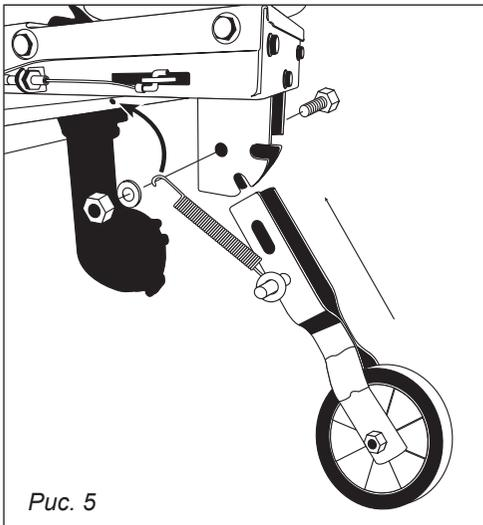

Рис. 5
5. Установите рукоятки на опору руля и зафиксируйте с помощью болтов, *рис. 5.*
6. Установите переднее опорное колесо, зафиксируйте с помощью болта, установите пружину в отверстие, *рис. 5.*